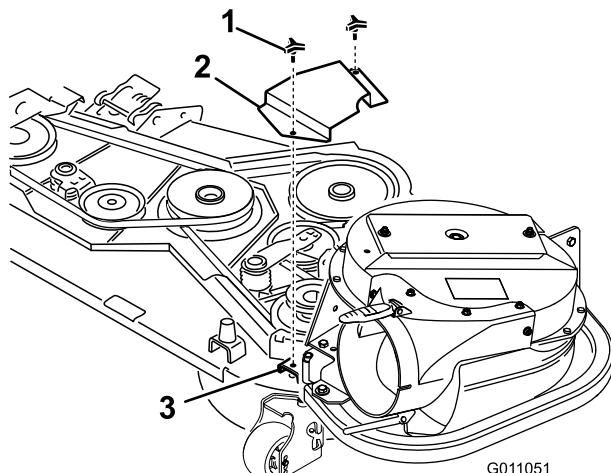

Figura 29
2. Instale la cubierta de la correa nueva de manera que las muescas de ambos lados se encuenen en los soportes de la cubierta de la correa, y cierre el enganche (Figura 29).